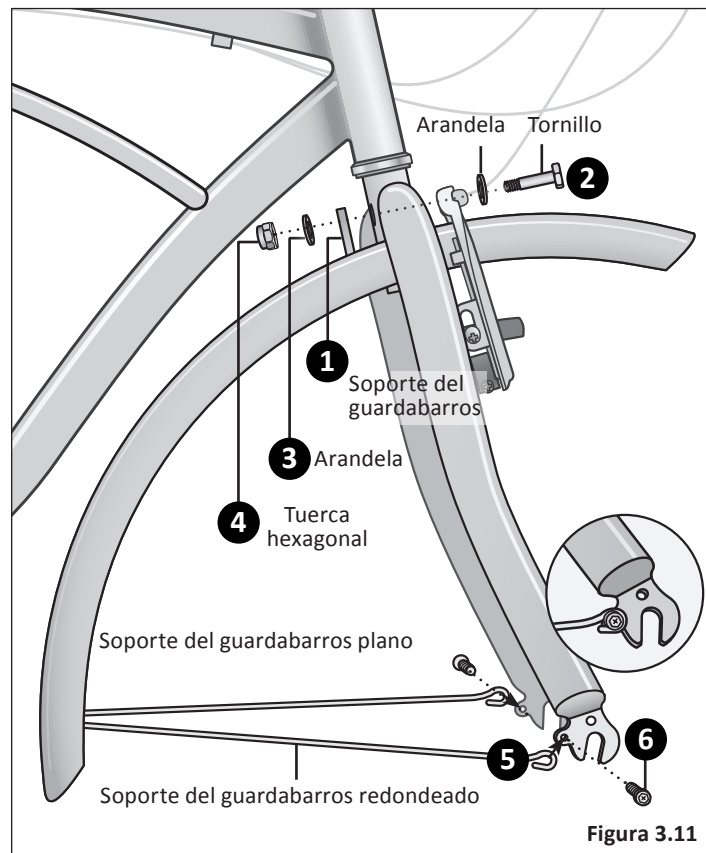

Figura 3.11
- ❶ Posicione el guardabarros delantero de modo que el soporte del guardabarros esté en el interior del cuadro. El guardabarros se fija en la corona de la horquilla. Alinee el orificio del soporte con el de la corona de la horquilla. **Figura 3.11**
- ❷ Coloque una arandela en el tornillo e inserte el tornillo a través de los orificios del soporte y de la corona de la horquilla.
- ❸ Coloque una arandela en el tornillo.
- ❹ Coloque una tuerca hexagonal en el tornillo y apriete.
- ❺ Coloque los soportes del guardabarros redondo sobre el orificio pequeño de la parte posterior de la puntera de la horquilla.
- ❻ Inserte los tornillos pequeños a través de la abrazadera del guardabarros redondo y atorníllelos en la puntera de la horquilla.
- ❼ Coloque el guardabarros y apriete ligeramente los tornillos.
- ❽ Fije la rueda y sujete firmemente el guardabarros en su lugar.